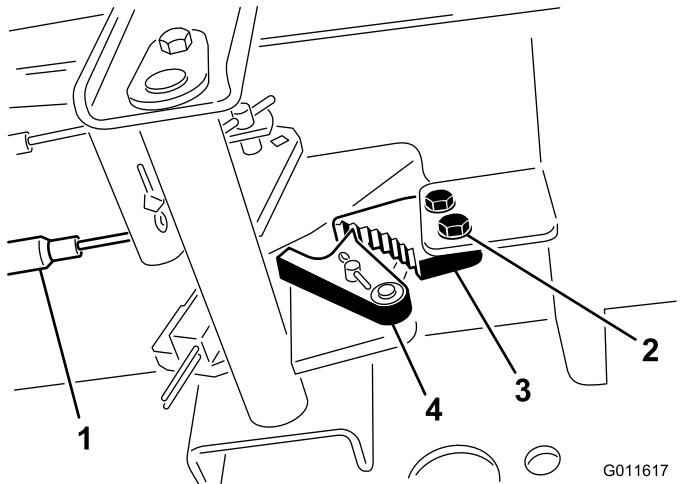

Figura 44
1. Afloje los 2 tornillos que fijan el trinquete del freno de estacionamiento al bastidor (Figura 44).
2. Pise el pedal del freno de estacionamiento hacia adelante hasta que la uña se enganche a fondo en el trinquete del freno (Figura 44).